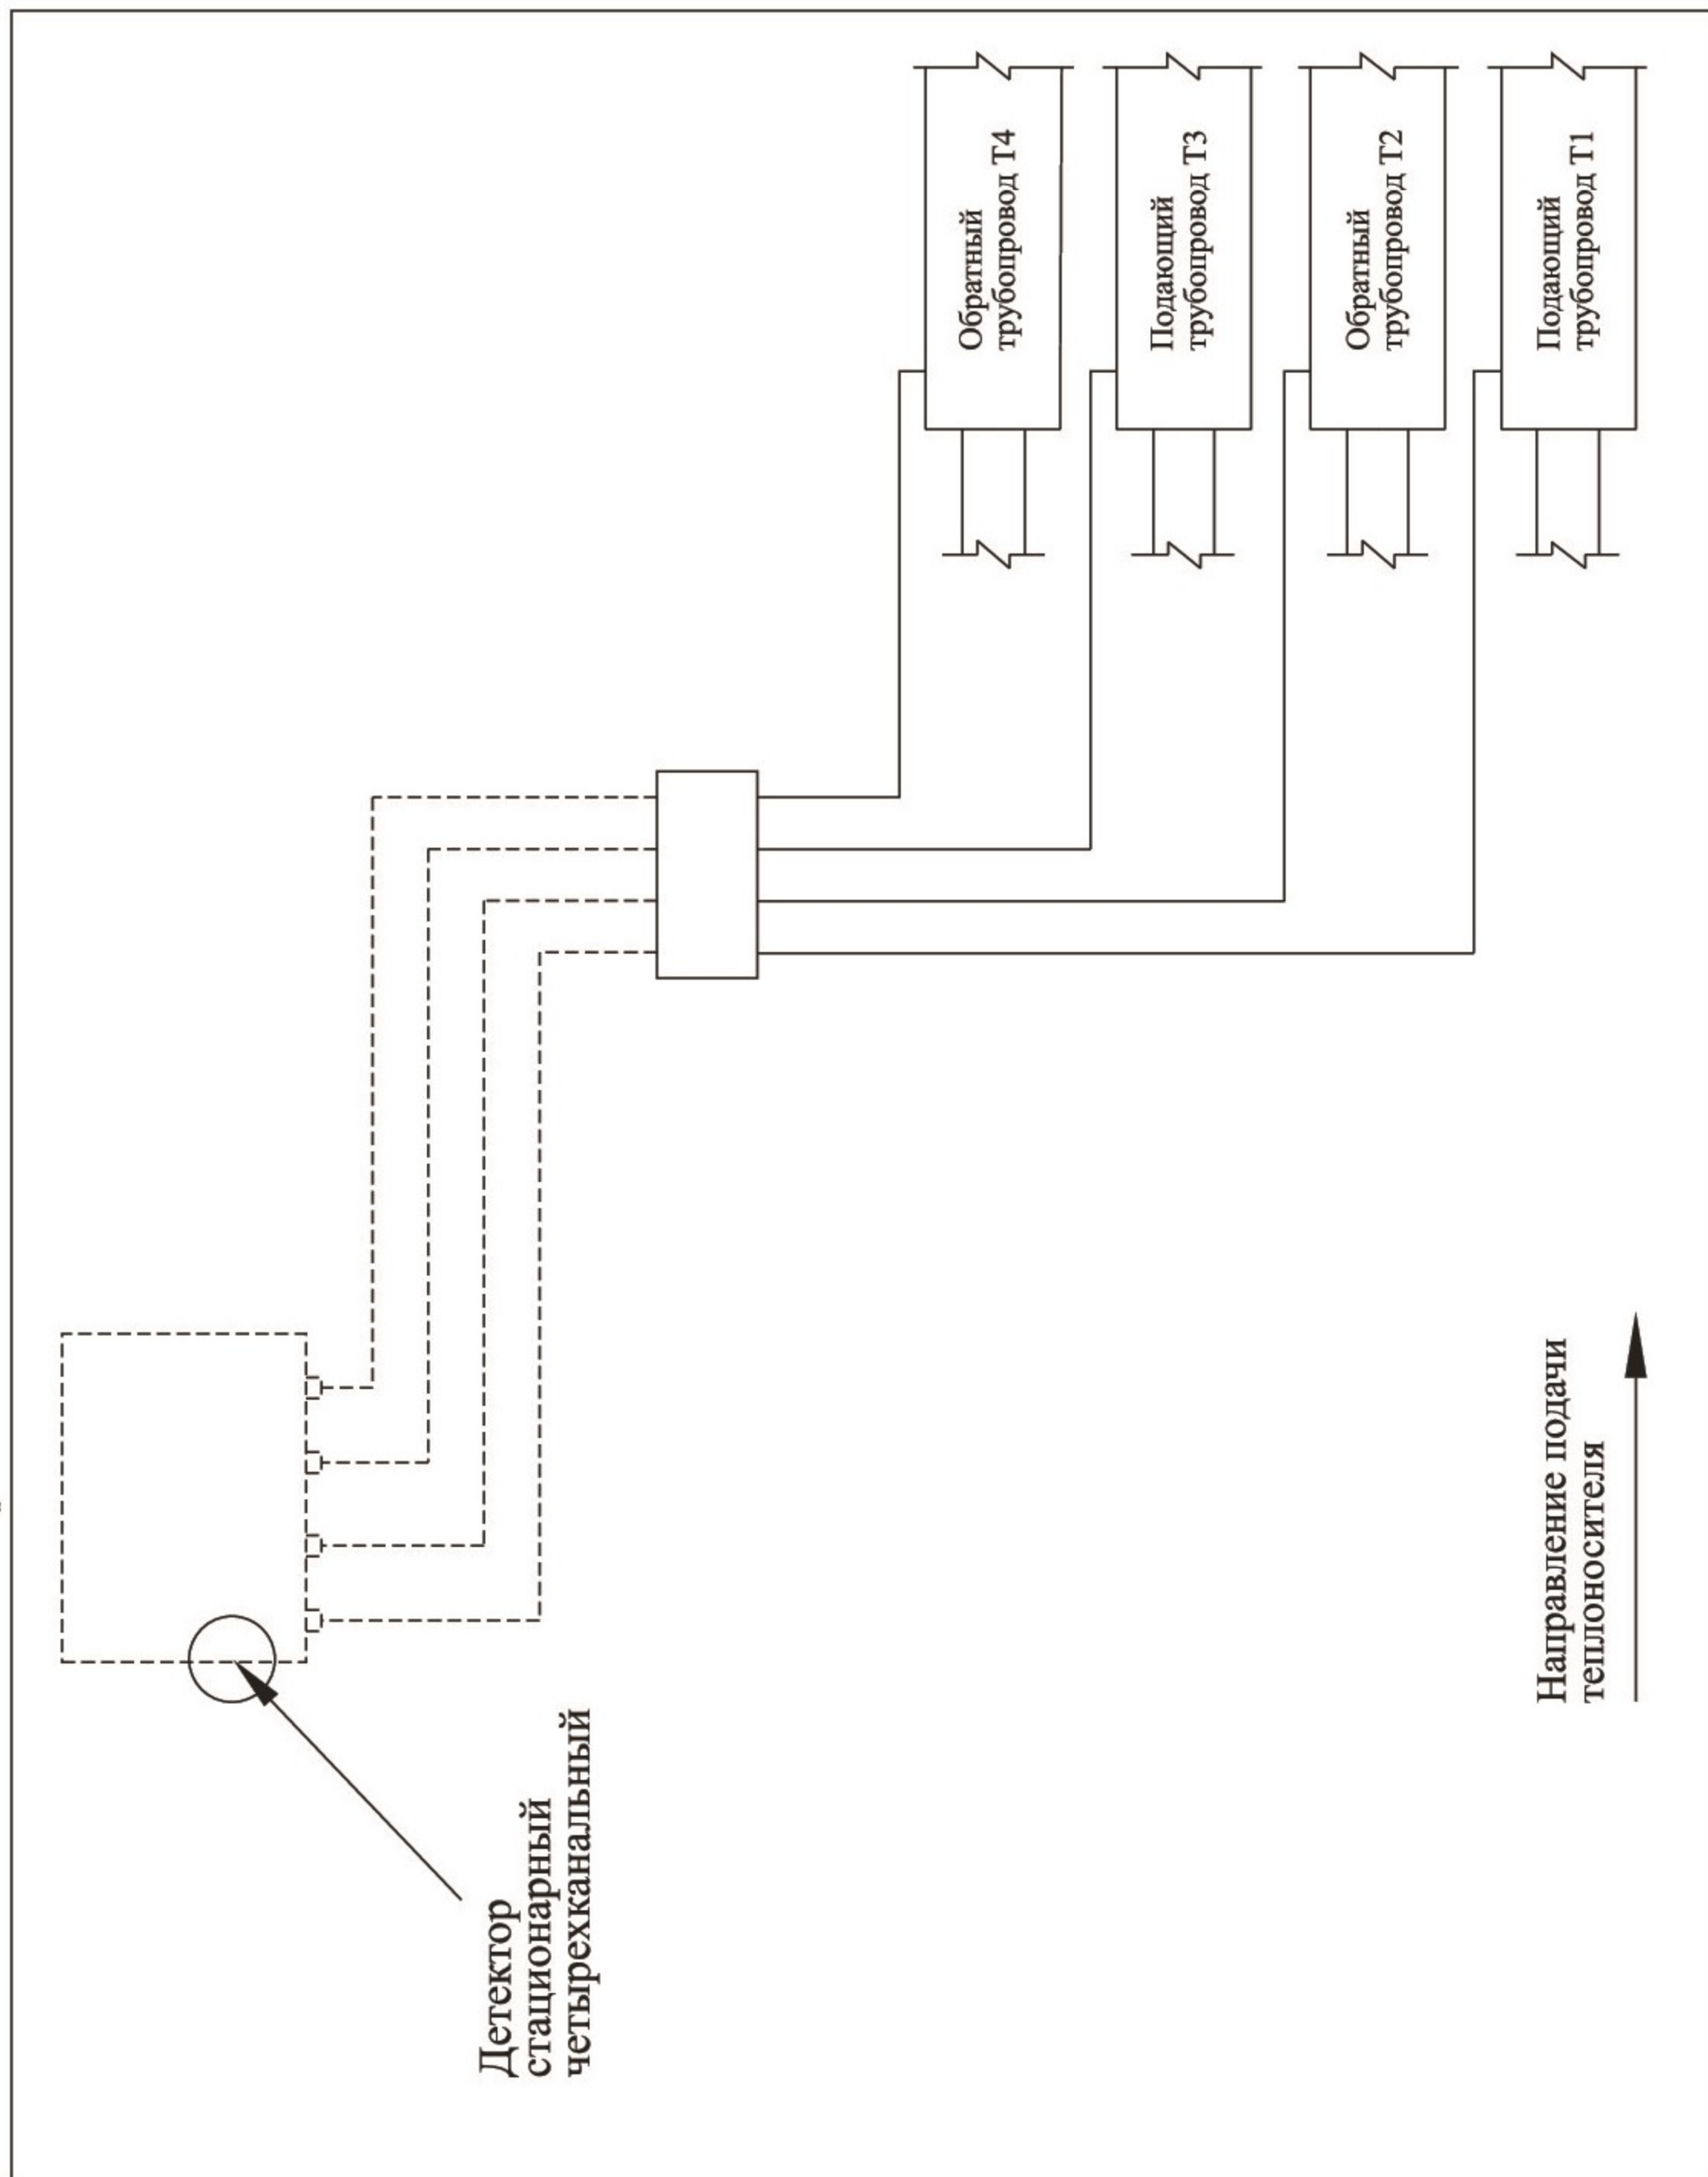
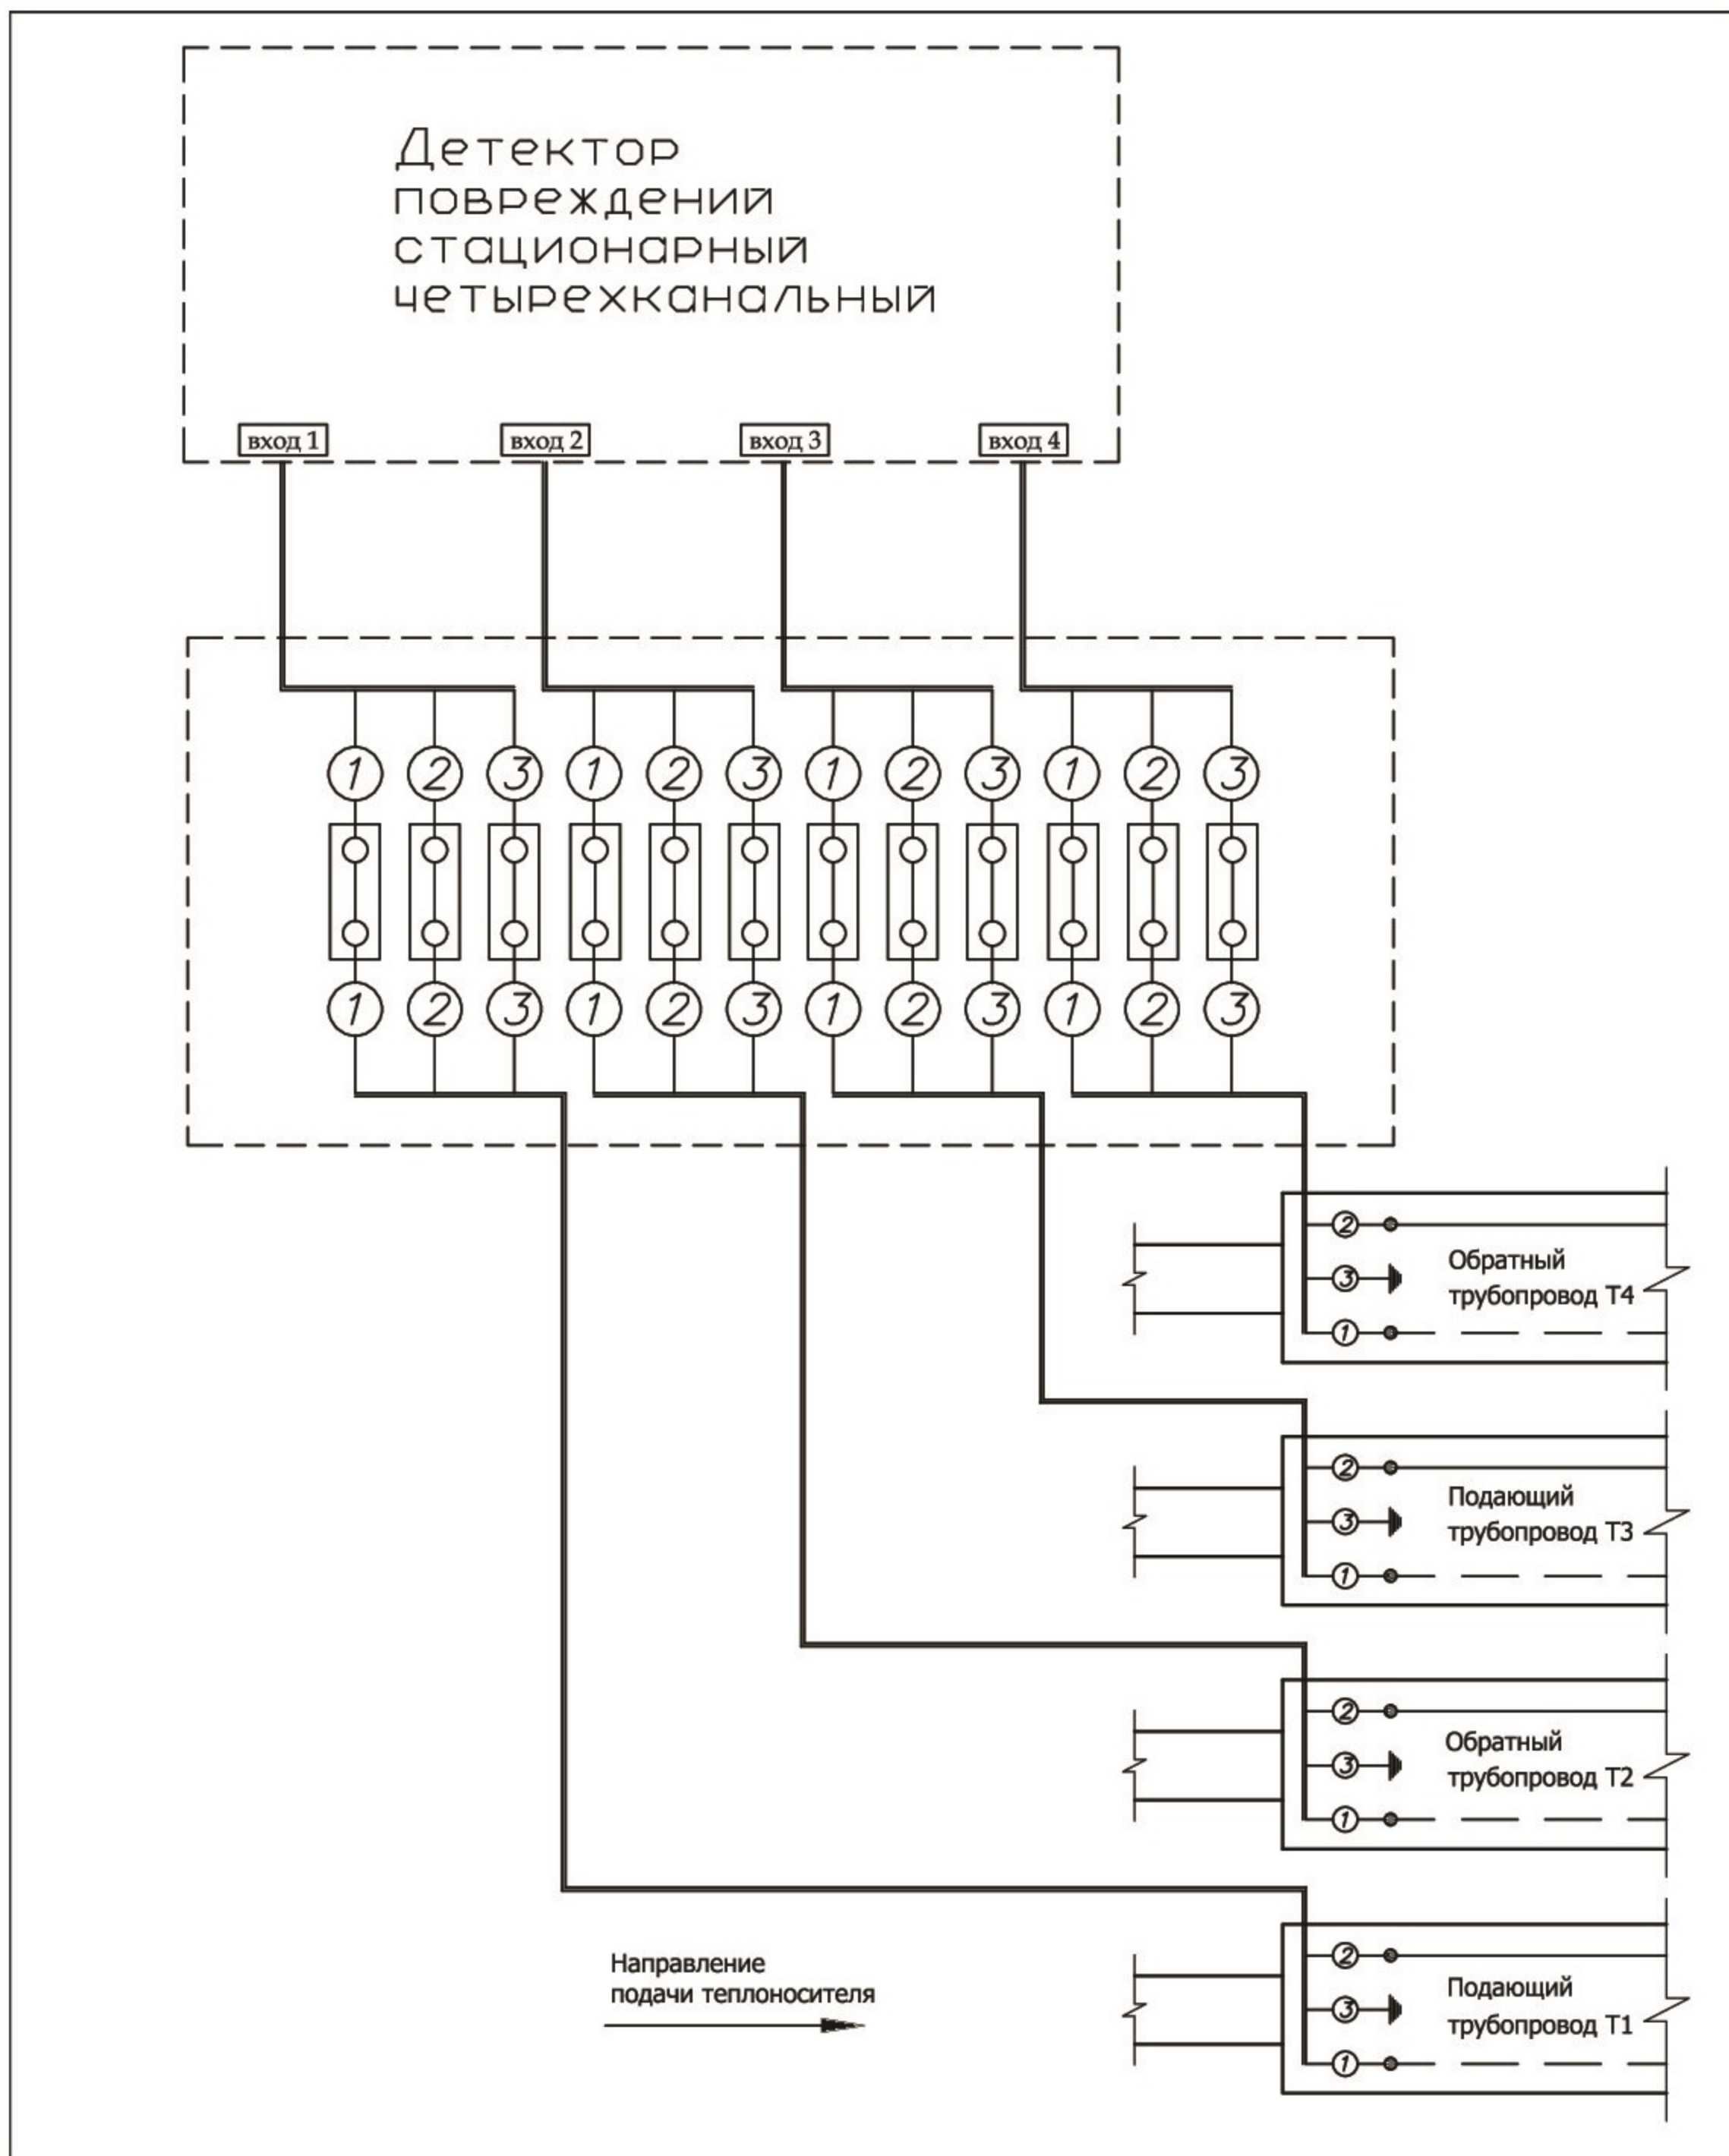

Рис. 2 Подключение стационарного четырехканального детектора повреждений
Рис. 6 Подключение стационарного четырехканального детектора повреждений
- 1.1. Подключение стационарного четырехканального детектора повреждений – Рис. 2, 6.
на принципиальной схеме (Рис. 2–5)	на электрической схеме (Рис. 6–9)
Подключение терминала к системе оперативного дистанционного контроля производить в соответствии с монтажными (**Рис. 2–5**) и электрическими схемами (**Рис. 6–9**).
6. Для подключения стационарного четырехканального детектора монтаж проводников внутри терминала осуществлять по электрической схеме – **Рис. 6**.